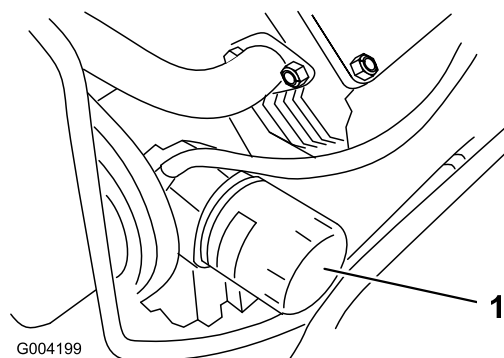

Figure 43
- Enlevez le filtre à huile usagé (Figure 43) et essuyez la surface du joint de l'adaptateur.